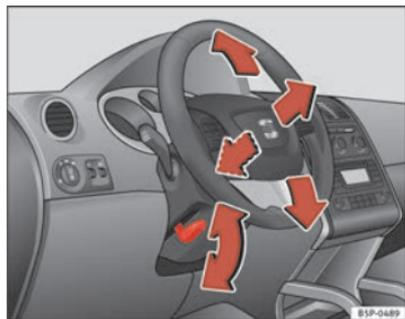

Fig. 134 Réglage de la position du volant de direction
- Poussez le levier ⇒ fig. 134 situé sous la colonne de direction vers le bas ⇒ ⚠.